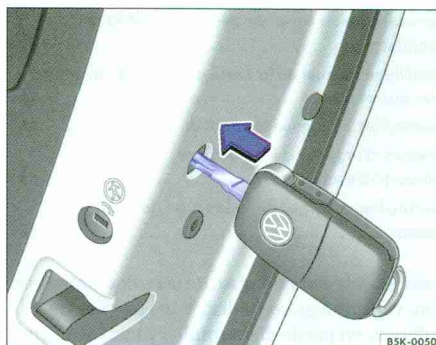

Fig. 179 Verrouillage d'urgence du véhicule à l'aide de la clé du véhicule
- Insérez le panneton de la clé du véhicule à l'horizontale dans l'orifice et poussez le petit levier de couleur vers l'avant ⇒ fig. 179.